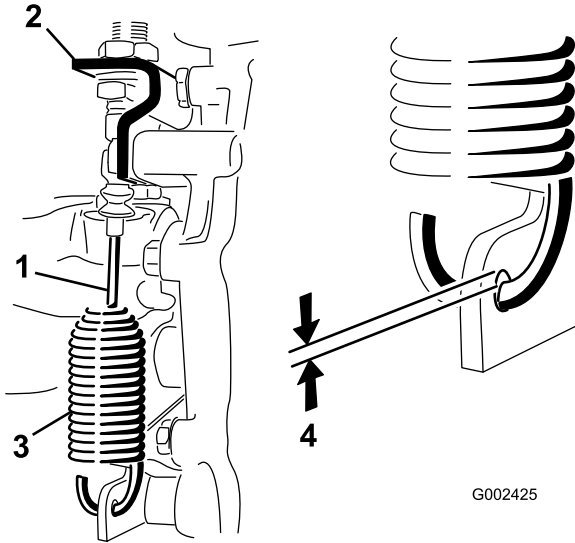

图49
2. 松开将差速锁拉索固定至驱动桥支架的锁紧螺母（图49）。